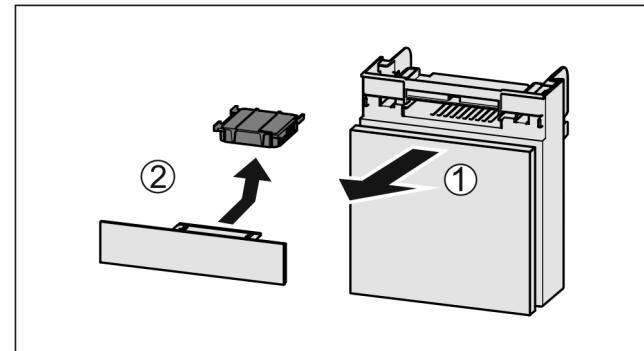

Fig. 114
- Вытянуть Fig. 114 (1) отделение движением вперед.
- Извлечение Fig. 114 (2) фильтра с активированным углем.